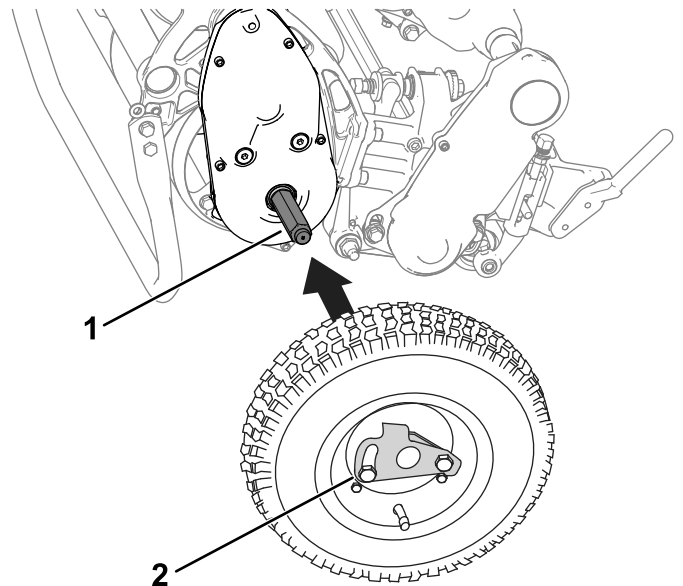

Bild 25
2. Ziehen Sie das Rad auf die Achse auf (Bild 25).
3. Drehen Sie den Radbefeignungsclip (Bild 25) von der Mitte des Rads weg, damit er weiter auf die Achse gleiten kann.